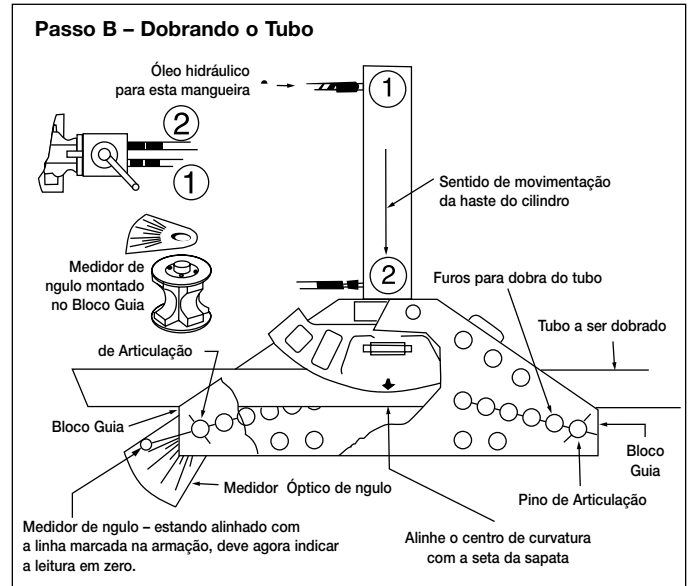

Figura 3, Dobrando o tubo
2. Prenda o Medidor Óptico de ngulo na parte superior do Bloco Guia, conforme mostrado na Figura 3. Um Pino Guia localizado no Medidor corresponde a um furo no Bloco Guia.